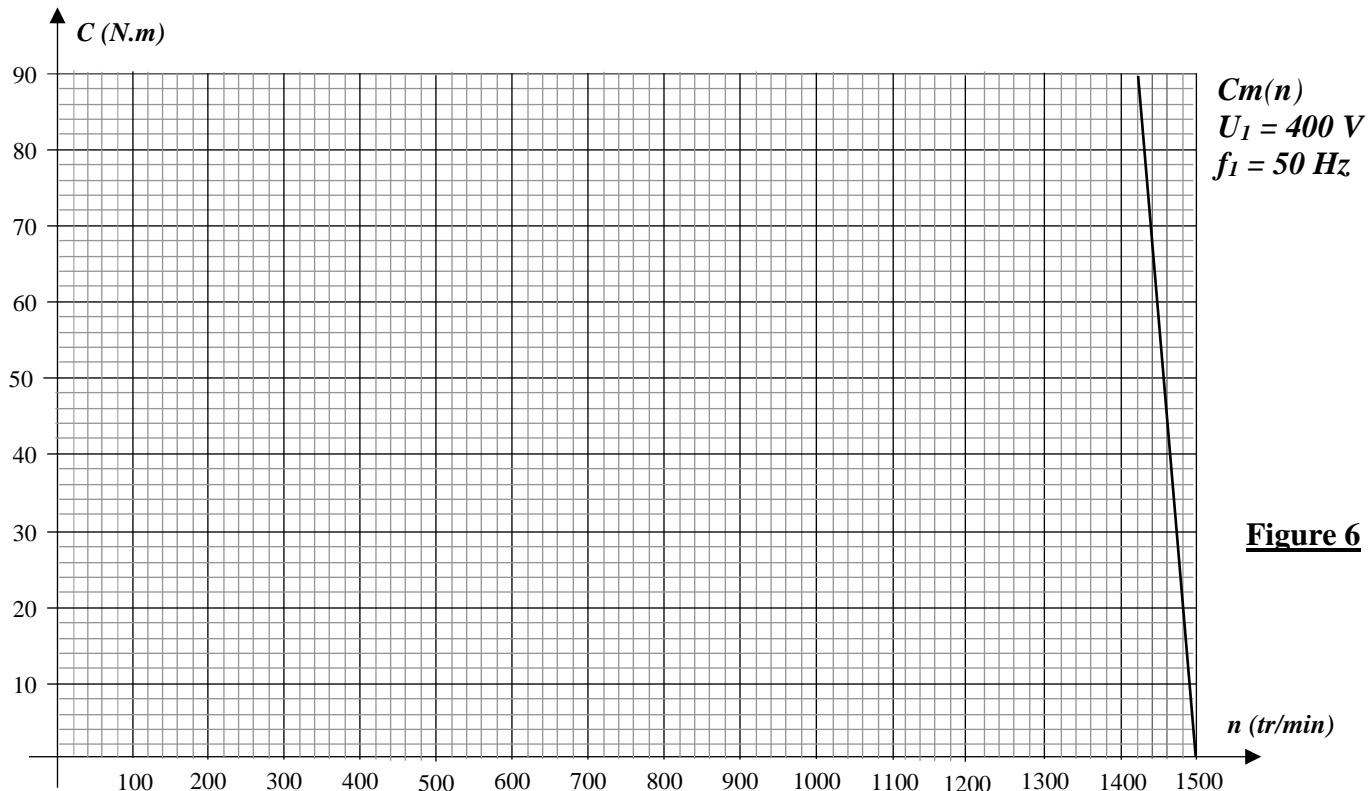

Figure 6
Q.16 - [2,5 pts] Répondre sur le graphe ci-dessus (figure 6)